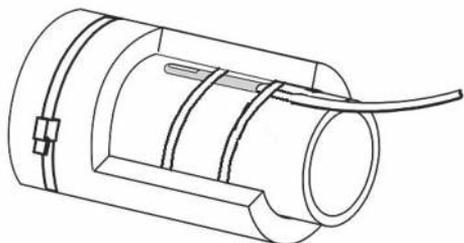

Рисунок 10 - Установка датчика температуры и теплоизолирующей гильзы
12. Установить теплоизолирующую гильзу поверх датчиков при помощи пластиковых хомутов входящих в комплект поставки (Рис. 10).